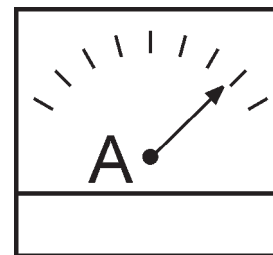

Figure 50. Ampèremètre (Charge)
12. Observez l'ampèremètre de la génératrice (Figure 50) et assurez-vous qu'il affiche la quantité de courant anticipé conformément à la charge. L'ampèremètre n'indication le courant que si la charge est utilisée.